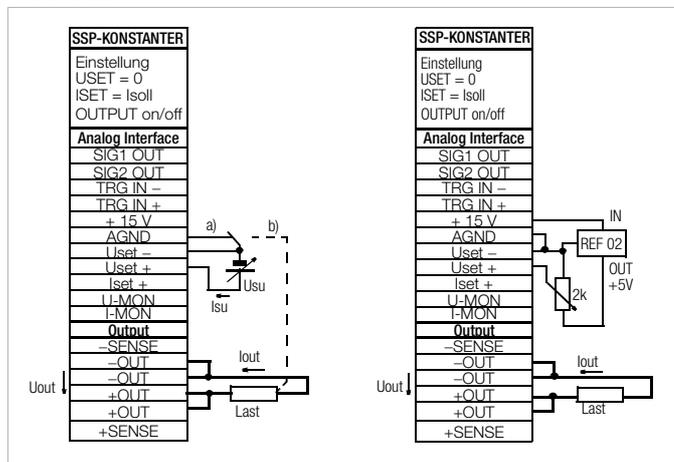

Bild 5.4 Verdrahtung für Steuerung der Ausgangsspannung durch externe Spannung / externes Potentiometer
- Liegt die Steuerspannung **U_{SU}** mit ihrem **Bezugspunkt lastseitig auf Ausgangs-Minuspol**, muss der invertierende Eingang mit diesem Punkt verbunden werden (**Verbindung b** in Bild 5.4). Eine Beeinflussung durch den Spannungsabfall auf der Lastleitung wird dadurch vermieden.
- Ist die **Steuerspannung** gegenüber dem **Ausgang isoliert**, verbinden Sie **Uset-** mit **AGND** (**Verbindung a** in Bild 5.4).
- Soll die **Ferneinstellung** der **Ausgangsspannung** mittels **Potentiometer** erfolgen, kann eine Beschaltung gemäß Bild 5.4 angewendet werden.